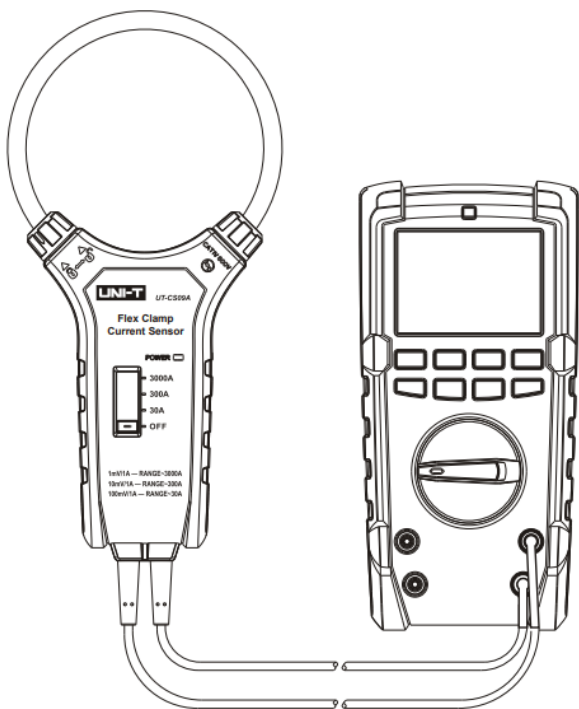

Figura 2
1. Conecte o sensor a um dispositivo de medição de tensão alternada, por exemplo, um multímetro. (Consulte a Figura 2).